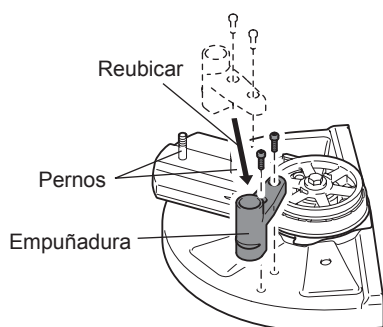
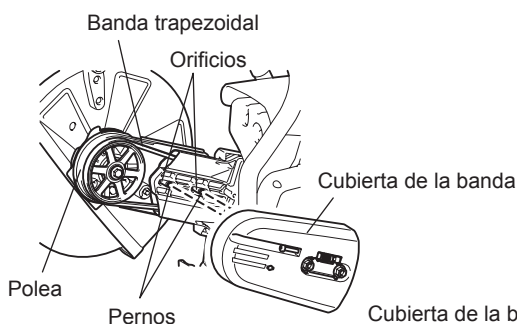

Fig. 5
Fig. 6
- Recolocación de la empuñadura. (Fig. 5)
- (6) Voltee el aditamento extraído, pase el perno a través del orificio y reinstálelo en la dirección B.
- Reinstale la banda trapezoidal a la polea. (Fig. 6)